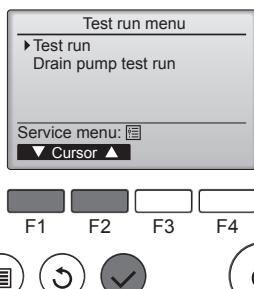

Fig. 8-2
- Selecteer "Test run" (Proefdraaien) in het Test run-menu (Proefdraaien) en druk op de toets [SELECTEREN]. (Fig. 8-2)